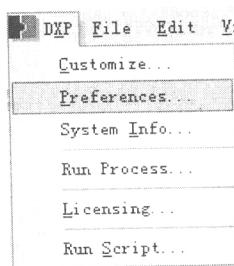

图 1-15 选择 Preference 命令
(2) 执行菜单栏中的【DXP】/【Preference】命令, 如图 1-15 所示。